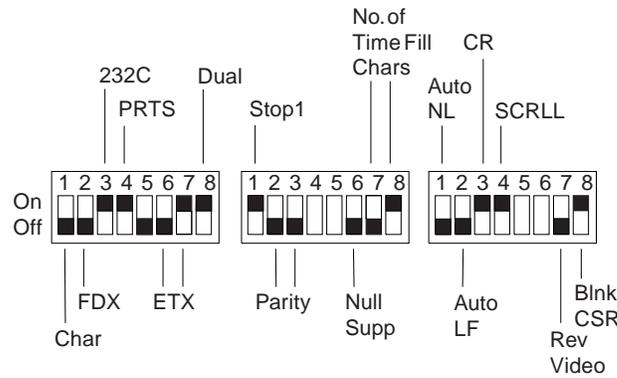

Figura 3-4. Atributos de configuración para el terminal de pantalla IBM 3101
**Atributos de configuración del IBM 3101:** Utilice la Figura 3-4 en la página 3-5 para determinar los valores para los atributos de configuración para el terminal ASCII IBM 3101.